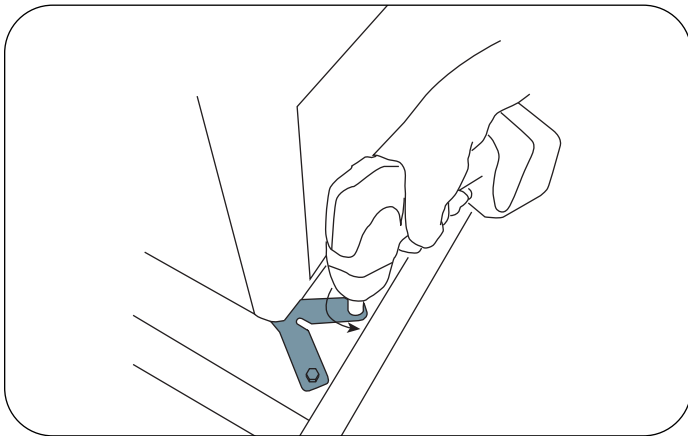

Figura 4. Retire los soportes de envío
4. Retire los 4 a 6 soportes de envío de acero que fijan la mesa al pallet (Figura 4). Los soportes se enganchan en los niveladores de la mesa para sujetar la mesa firmemente en el pallet. Retire los 2 pernos de cada soporte con un cubo o llave de 7/16". Tenga cuidado de no rayar la unidad cuando use el destornillador o gire la llave. Retire los soportes de los niveladores una vez retirados los pernos.